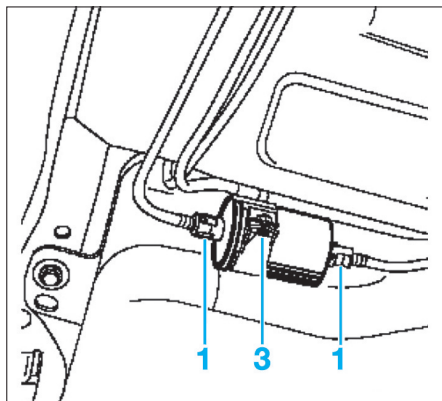

Fig. 29
• Déposer les clips (1) (Fig.29).
- la vis (3) (Fig.29),